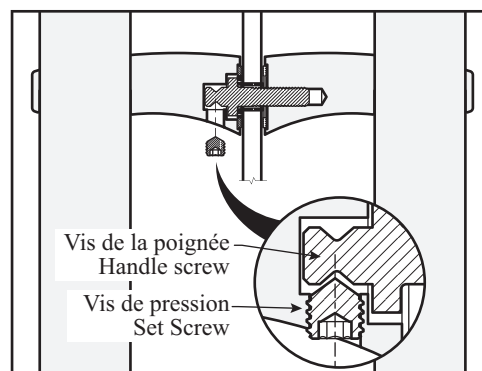

Fig. 7.2
**IMPORTANT :** Il est important que la vis de pression soit positionnée dans la rainure de la vis de la poignée installée en usine (fig. 7.2).
**IMPORTANT:** It is important to position the set screw in the factory-installed handle screw groove (fig. 7.2).